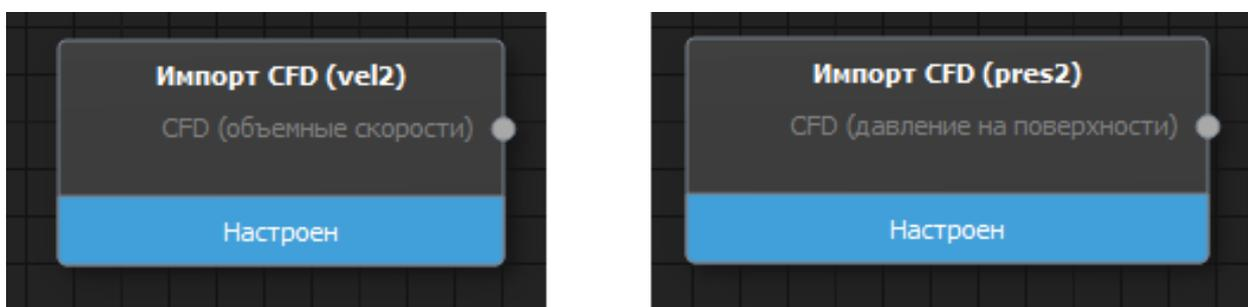

Рисунок 74 – Настроенные карточки импорта: слева – чтение объёмных скоростей, справа – чтение давлений на поверхности
13. Нажать кнопку применить, после чего статус карточки поменяется на "Настроен" (Рисунок 74) и её можно будет запустить на расчёт.